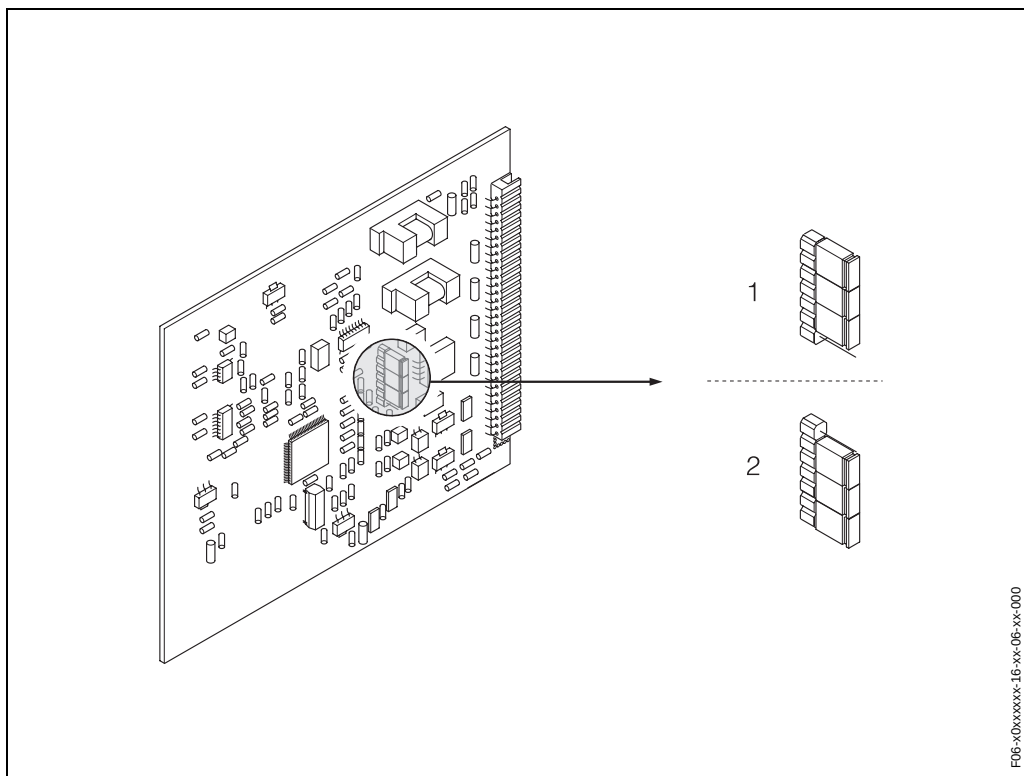

Fig. 46: Configurando a saída de corrente (placa I/O)
3. Posicione o jumper de acordo com a Fig. 46.
Risco de destruir o instrumento de medição. Configure os jumpers exatamente como mostrado na Fig. 46. Jumpers errados podem causar sobrecorrente que poderia danificar o instrumento de medição ou instrumentos conectados a ele.